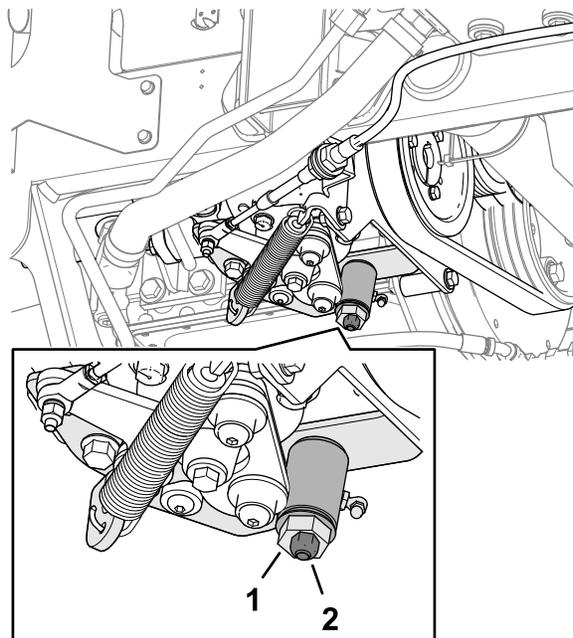

Рисунок 70
3. Ослабьте контргайку на кулачке регулировки тяги (Рисунок 70).